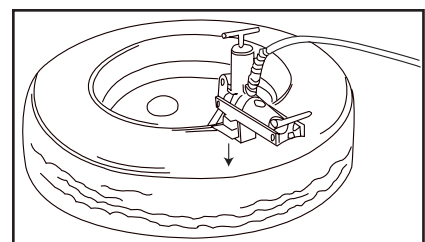

Abbildung 4
2. Den Hydraulikdruck weiterhin steigern, bis der wulstabdrückende Kolben etwa 6,35 mm [1/4 in.] aus dem Wulstabdrücker ausgefahren ist. (Siehe Abb. 4.)